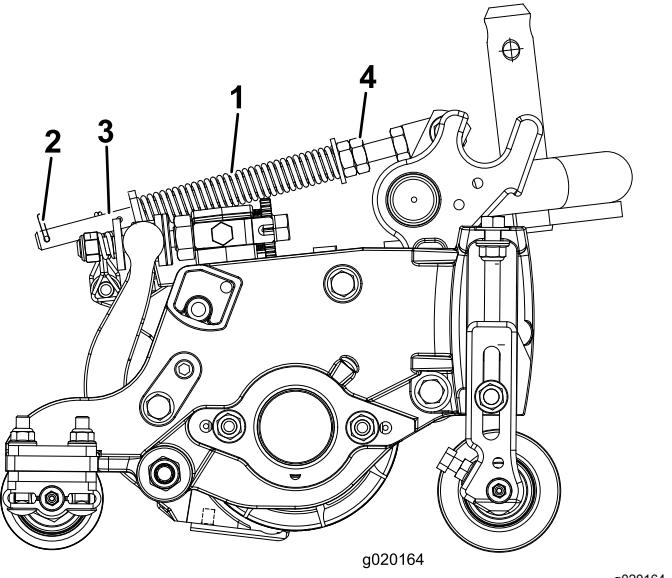

Figura 14
La molla di compensazione del manto erboso (Figura 14) trasferisce il peso dal cilindro anteriore al cilindro posteriore, per contribuire a ridurre l'ondeggiamento del manto erboso, detta anche fluttuazione o bobbing.
6. Verificate che la coppiglia sia montata nel foro posteriore dell'asta della molla (Figura 14).
7. Serrate i dadi esagonali sull'estremità anteriore dell'asta della molla, finché la lunghezza compressa della molla (Figura 14) non è pari a 12,7 cm per gli apparati di taglio da 12,7 cm e 15,8 cm per gli apparati di taglio da 17,8 cm.